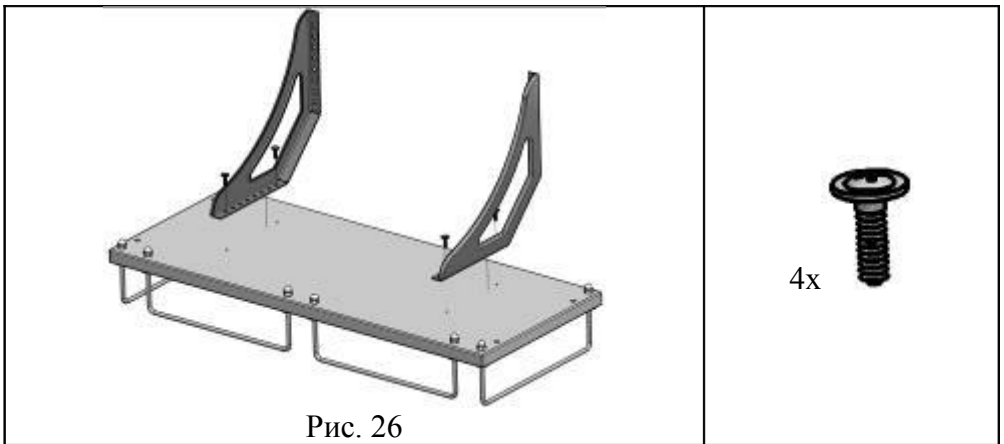

Рис. 26
4.11.2. К сборке по п. 4.11.1. снизу прикрутить кронштейны (поз. 2 упаковочное место №3) с помощью саморезов с прессшайбами (поз. 1 пакет №20). (См. рис. 26)